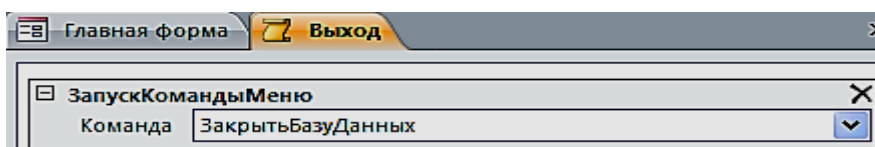

Рис. 6.6. Создание макроса **ЗакрытьБазуДанных**
5. Создадим третий макрос, при выполнении которого откроется отчет «Продажи товаров» (рис. 6.6). Сохраним под именем **Выход**.